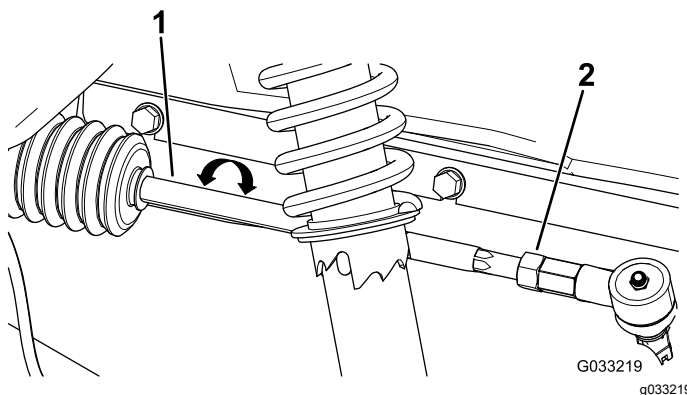

Figure 57
2. Si la mesure n'est pas comprise entre 0 et 6 mm (0 et ¼ po), desserrez les écrous de blocage aux extrémités extérieures des biellettes (Figure 57).